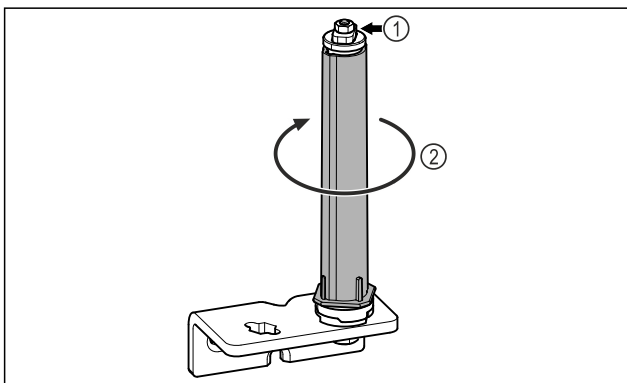

Fig. 18
► Ta inte isär dörlåssystemet Fig. 18 (1).
► Vrid låssystemet Fig. 18 (2) tills det klickar.